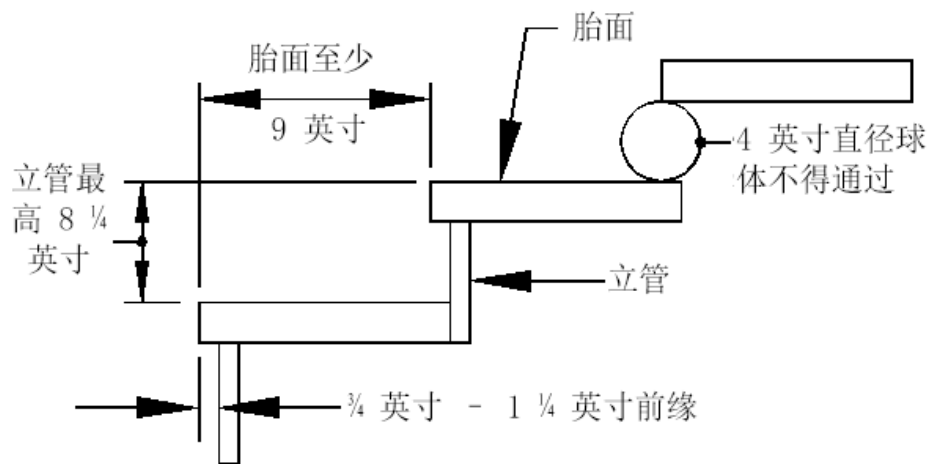

图 39: 踏板和立管
- 楼梯几何形状和开口限制应符合图 39 中所示的要求。踏板、立管和前缘尺寸每一步的偏差不得超过 $\frac{3}{8}$ 英寸。